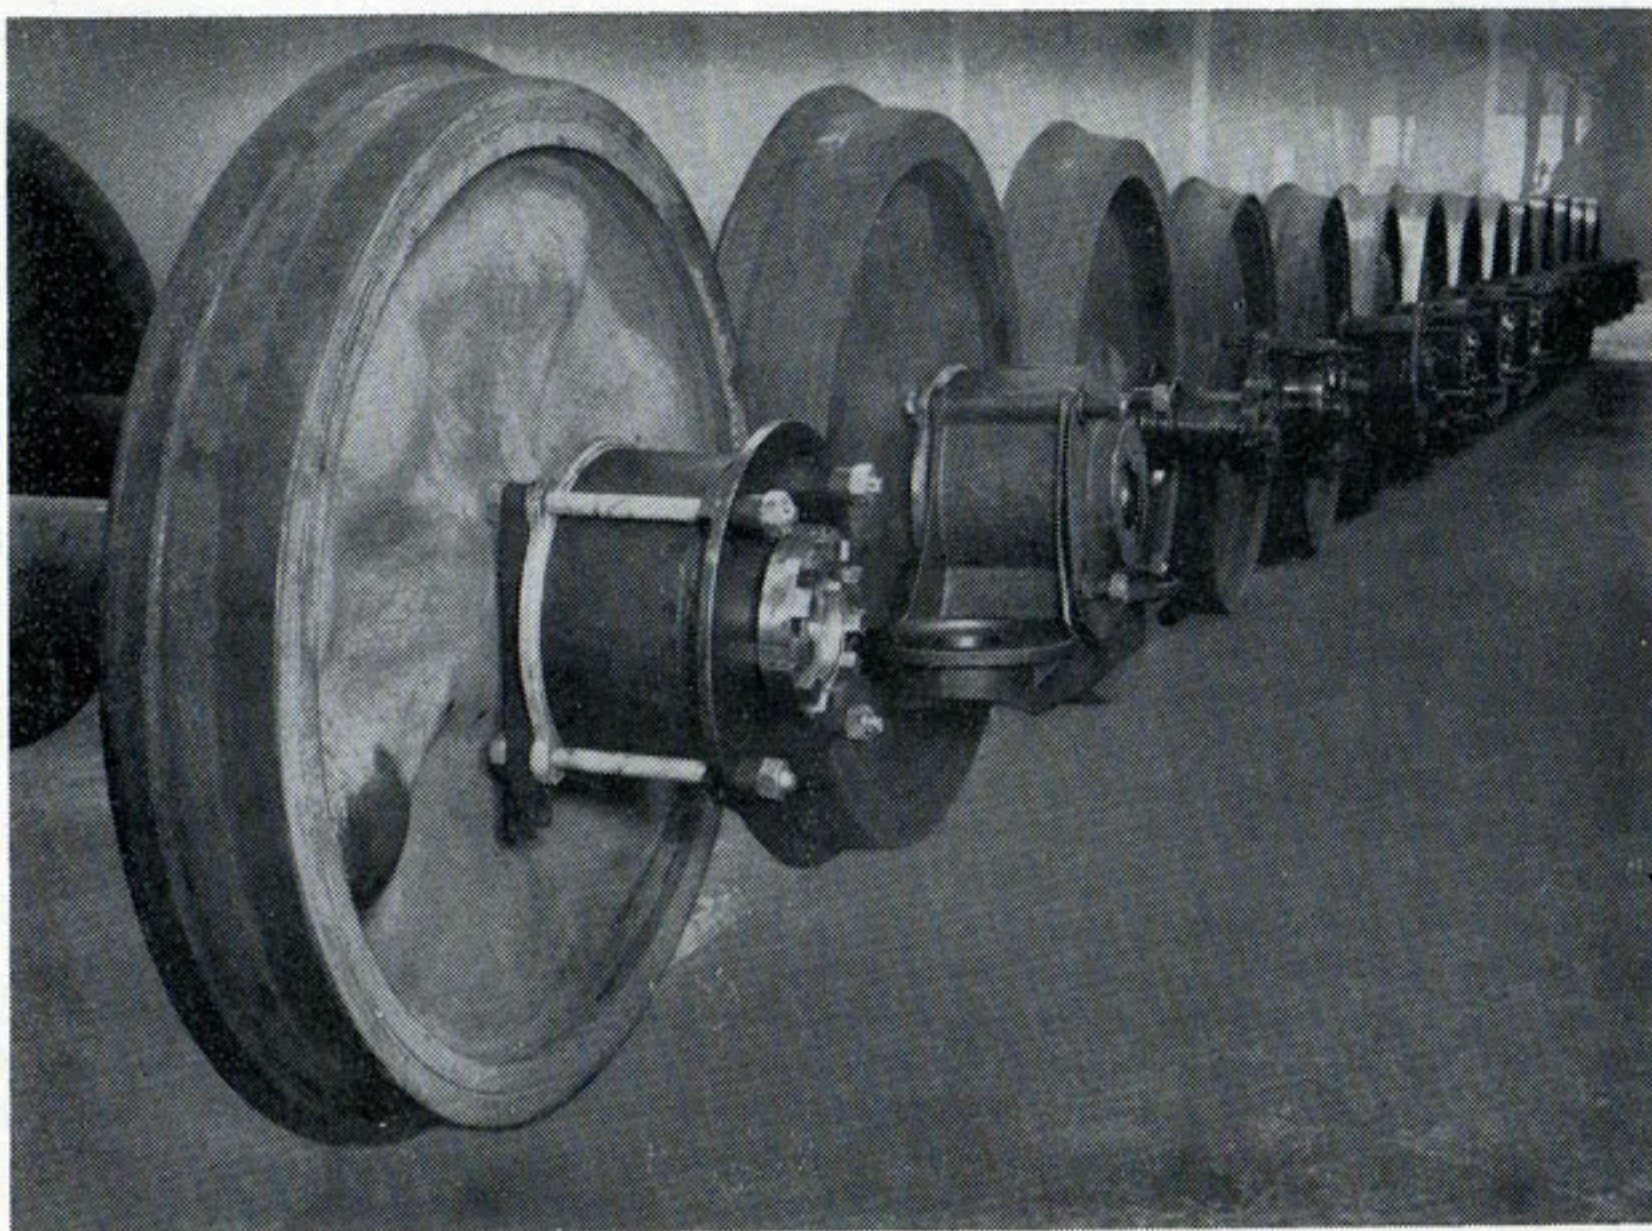

Fig. 30
3. A la place du couvercle extérieur, qui a été enlevé, on monte un couvercle en bois ou en tôle (voir fig. 30, la deuxième boîte à partir de la gauche). L'ouverture ménagée dans ce couvercle ne doit pas être plus grande qu'il n'est nécessaire pour laisser passer la pointe de tour; si elle est trop grande, des copeaux de tour et autres impuretés peuvent facilement pénétrer dans la boîte.
5. Si, pour une raison quelconque, par exemple le manque de place, il faut enlever la boîte en vue du tournage, il est indispensable d'envelopper soigneusement le roulement dans un papier résistant, éventuellement dans un chiffon, ou de le protéger par une cape en tôle qui s'adapte sur le couvercle intérieur et qui est maintenu par les boulons de la boîte (voir fig. 30, la boîte au premier plan).